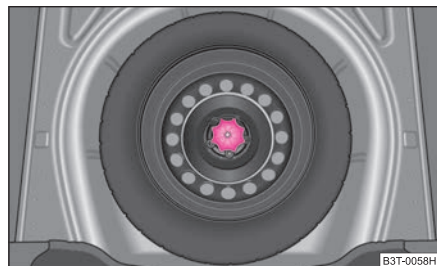

Fig. 201 Maletero: rueda de repuesto
La rueda de repuesto se encuentra alojada en una cavidad debajo del revestimiento del piso del maletero y está fijada con un tornillo especial ⇒ fig. 201.
- Guarde la rueda sustituida en la en la cavidad de la rueda de repuesto y fijela por medio del tornillo especial ⇒ página 235, fig. 201.